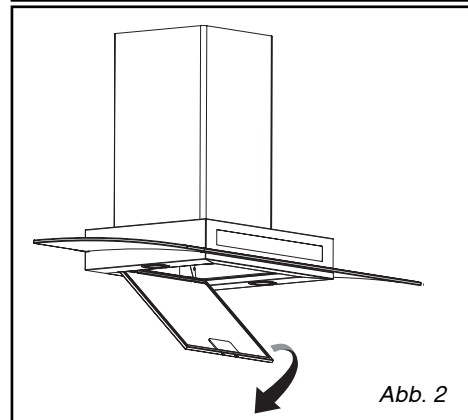

Abb. 2
- Die Filterkassette nach unten kippen (Abb. 2).